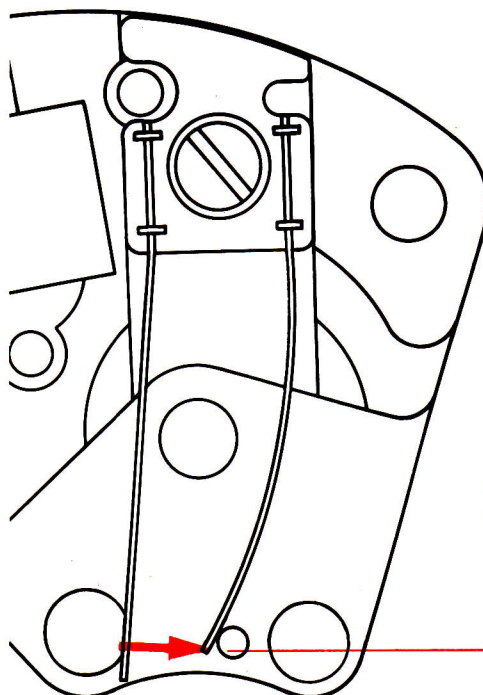

Fig. 7
- 8.2. Colocar, según la fig. 7, el brazo del muelle-fricción de juego de trinquete detrás del pasador de montaje.